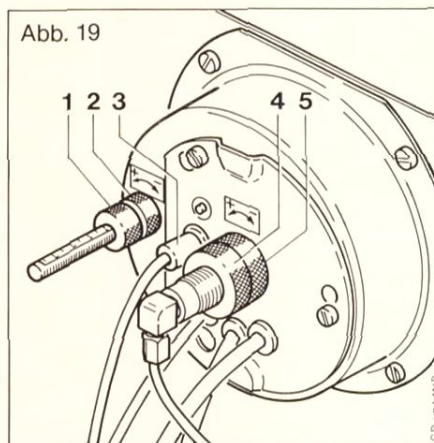

Abb. 19
- Die Einregulierung der Abgaswerte wird vorgenommen an den Einstellschrauben 1, 2 und 4, 5. Abb. 19. (Kesseltemperatur mind. 60°C).
- a) Lösen der Konterrändelmutter (2) und drehen an der Einstellrändelmutter (1) nach rechts ergibt weniger Luftdurchsatz (mehr Co₂), nach links ergibt mehr Luftdurchsatz (weniger Co₂).